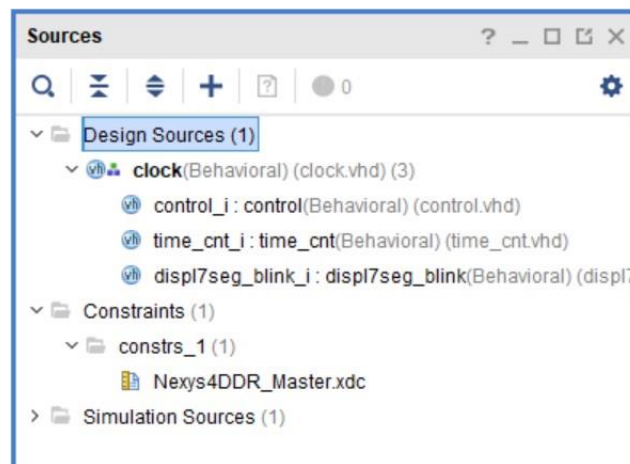

Figura 12. Ierarhia proiectului după adăugarea fișierelor sursă și a fișierului de constrângeri.
9. În panoul *Sources*, expandați ierarhia fișierelor sursă și a fișierelor de constrângeri din secțiunile *Design Sources*, respectiv *Constraints*, pentru a vizualiza fișierele care au fost adăugate în proiect. În acest panou se afișează și unitățile de proiectare care sunt adăugate în acest moment în proiect, împreună cu numele entității asociate. După cum se poate observa în figura 12, fiecare unitate de proiectare este reprezentată sub forma *nume_instanțiere : nume_entitate (nume_arhitectură) (nume_fișier)*.